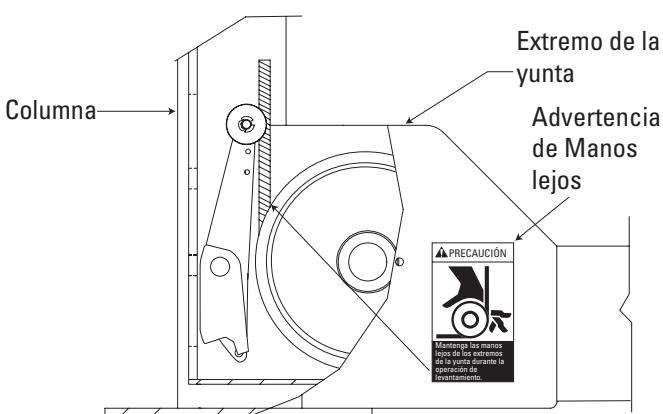

Fig. 3
**ADVERTENCIA** Los carriles, rampas y yugos de conexión en cada extremo del elevador están diseñados para descansar sobre el suelo mientras están totalmente descendido. Observe las calcomanías de advertencia de puntos de pellizco, Fig. 3.
**ADVERTENCIA** Mantenga las manos alejadas de los extremos del yugo mientras que el elevador está siendo ascendido o descendido, Fig. 3.